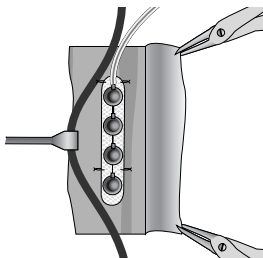

Figure 9. *Suturer la matrice de support d'électrode Modèle 3587A ou 3986A au tissu.*
- b. Avec des sutures non résorbables nylon 5-0, ou équivalent, pour la matrice de support de spatule d'électrode Resumé II, Modèle 3587A et Resumé TL, Modèle 3986A (Figure 9).